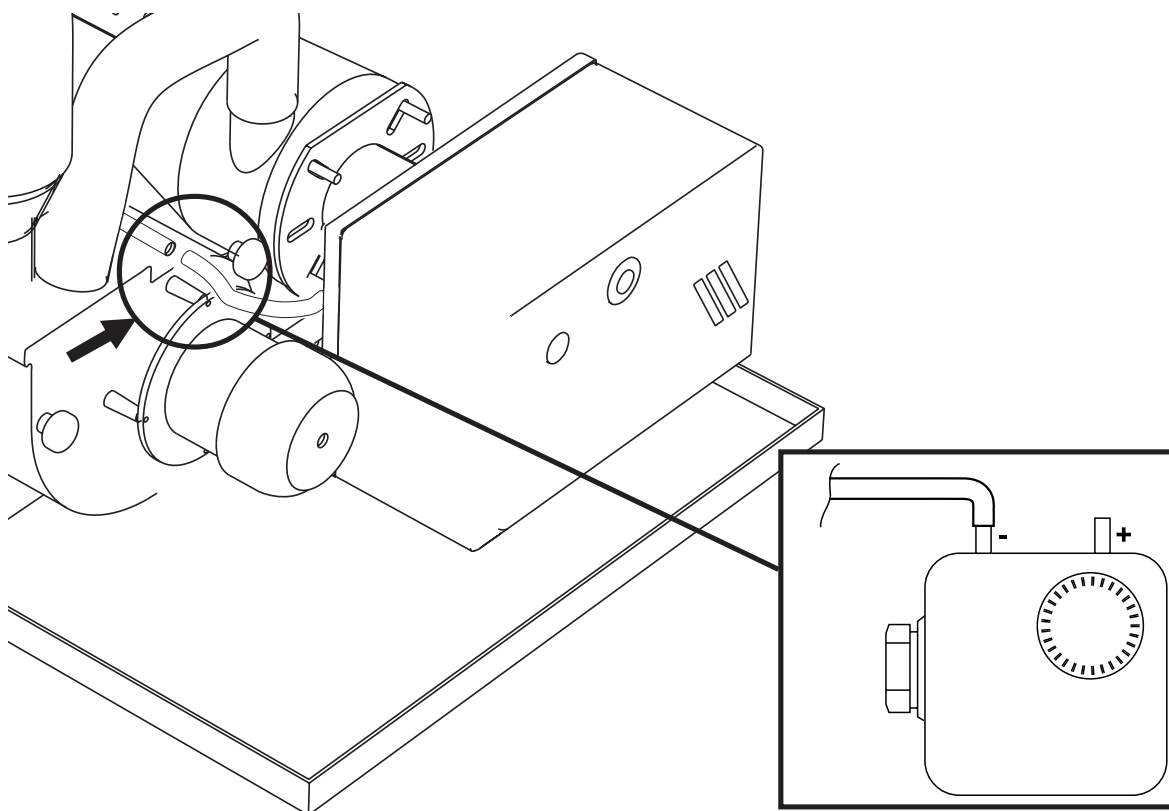

Fig. 26 Connessione tubicino per pressostato
- 9) Collegare il Tubicino del pressostato bruciatore sull'aspiratore (fig.26)